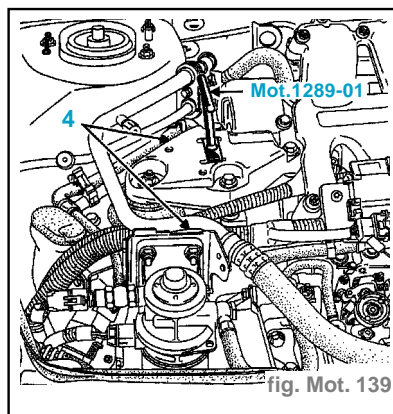

fig. Mot. 139
- Desserrer les vis **(4)** du limiteur. (fig. Mot. 139)